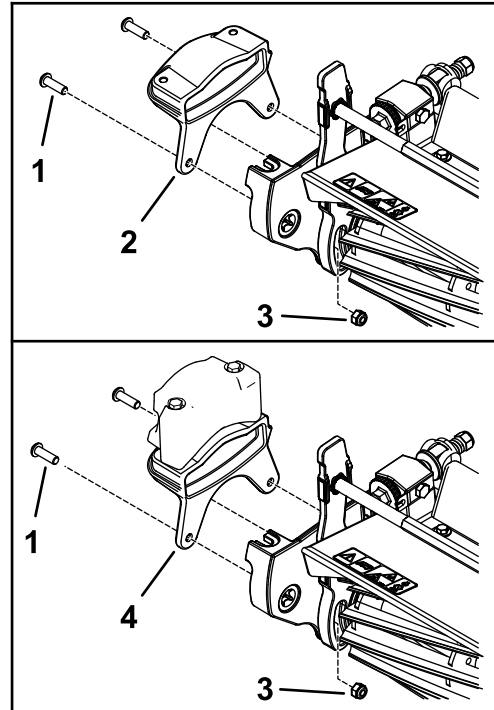

Bild 9
1. Befestigen Sie das neue Gewicht mit zwei Schrauben (5/16") und zwei Muttern (5/16") an der Seite des Mähwerks, wie in Bild 9 abgebildet.